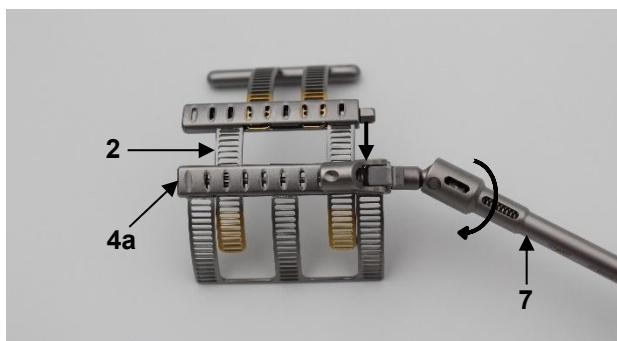

Fig. 4
En primer lugar, retraiga completamente el elemento primario (2) utilizando el destornillador adecuado (7). Para ello, gire el mecanismo de transporte del módulo de caja del elemento base (4a) en sentido contrario a las agujas del reloj con el destornillador (7) (Fig. 4).